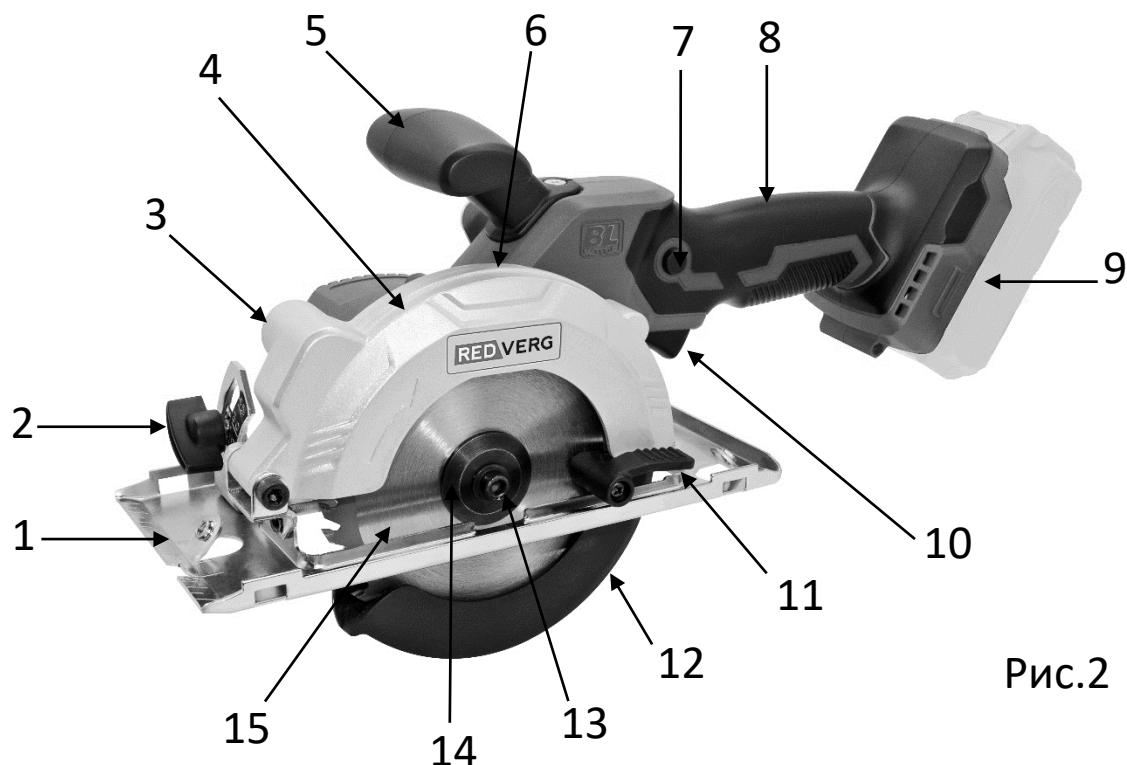

Рис.2
2. Нажмите на кнопку блокировки выключателя (7), затем нажмите на кнопку выключателя (10) Рис.2.
3. Для выключения отпустите кнопку выключателя (10) Рис.2.